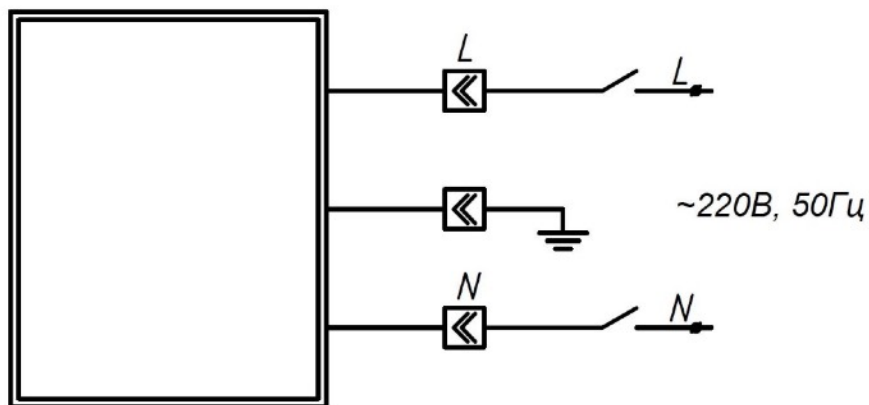

Рис. 3. Схема подключения
3.5. Подключить питающий кабель согласно «Схемы подключения» - Рис. 3.